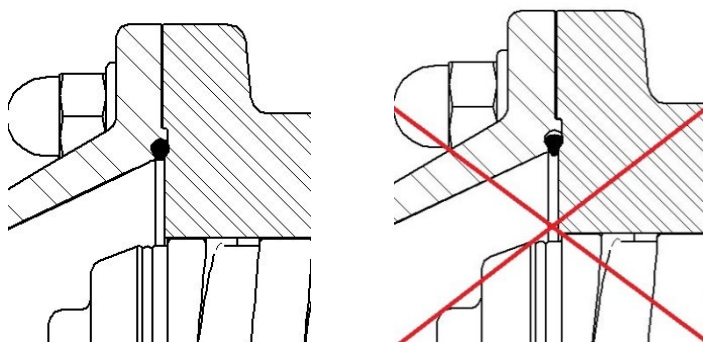

Fig. 35 – Montage correct et incorrect du joint torique
Avant de monter la bride de séparation et le corps d'aspiration, assurez-vous que le joint torique est entièrement logé à son emplacement. Faites très attention à ce que le joint torique soit correctement installé et ne dépasse pas de son emplacement. Veuillez vous reporter à la Fig. 35.
Après avoir serré la vis (48) du côté du support des roulements (4), vérifiez que le joint torique est correctement installé et ne dépasse pas de son siège. Si le joint torique n'est pas installé correctement, desserrez la vis à tête cylindrique et répétez la procédure. Veuillez vous reporter à la Fig. 35.
Après avoir serré les écrous borgnes du corps d'aspiration (6), vérifiez que le joint torique est correctement installé et ne dépasse pas de son siège. Si le joint torique n'est pas installé correctement, desserrez la vis à tête cylindrique et répétez la procédure. Veuillez vous reporter à la Fig. 35.